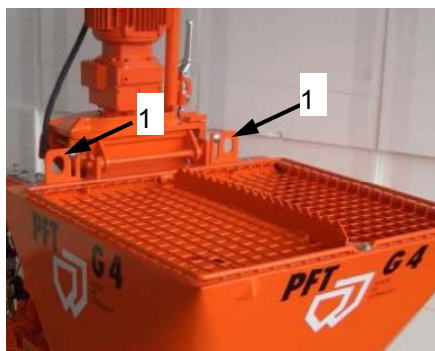

Fig. 13: Pontos de fixação
1. Fixar os cabos e cintas de acordo com fig. 13.